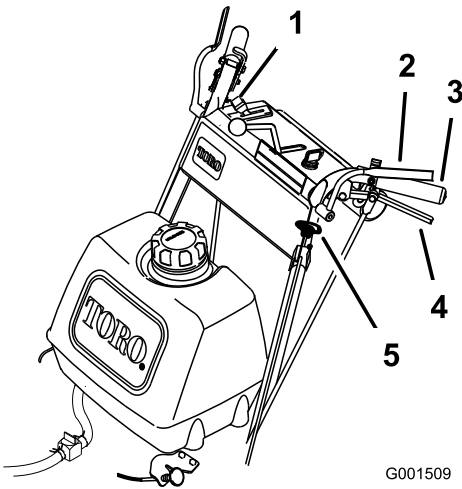

Figure 12
1. Pour engager les lames, serrez les leviers de détection de présence de l'utilisateur (OPC) contre les poignées (Figure 12).
1. Poussez le bouton de commande des lames (PDF) vers le bas en position arrêt (Figure 12).
2. Le moteur sera coupé et les lames s'arrêteront si vous relâchez les leviers de détection de présence de l'utilisateur (OPC) (Figure 12) quand le levier de commande des lames est engagé.